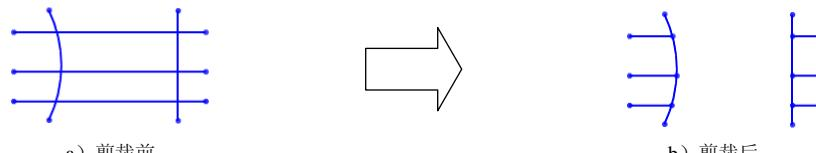

图 4.7.18 “在内剪除”方式
- 使用 在内剪除(I) 方式可剪裁交叉于两个所选边界上或位于两个所选边界之间的开环实体，如图 4.7.18 所示。